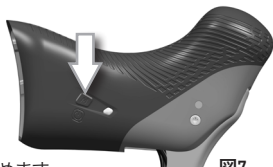

図7
- 2) LEDがピンクに点灯するまで、左右のモード・ボタン（図7）を同時に5秒間長押しします。